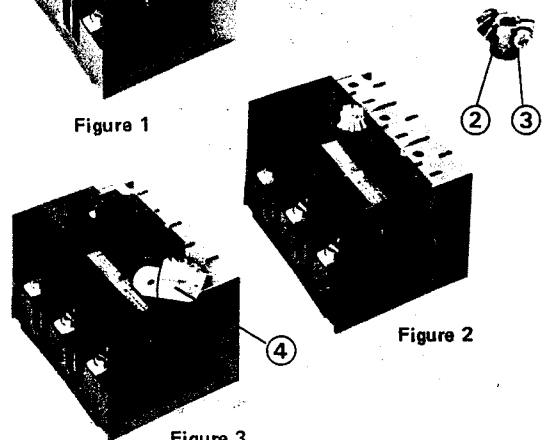

Figure 2
- A l'aide d'un tournevis, retirer la bague de plastique ①.
- Glisser le cône d'entraînement ② sur l'arbre aussi profondément que possible, puis serrer la vis ③ (Fig. 2).
- Insert the linkage gear ② on the switch shaft and push as far as possible. Tighten screw ③ (Fig. 2).